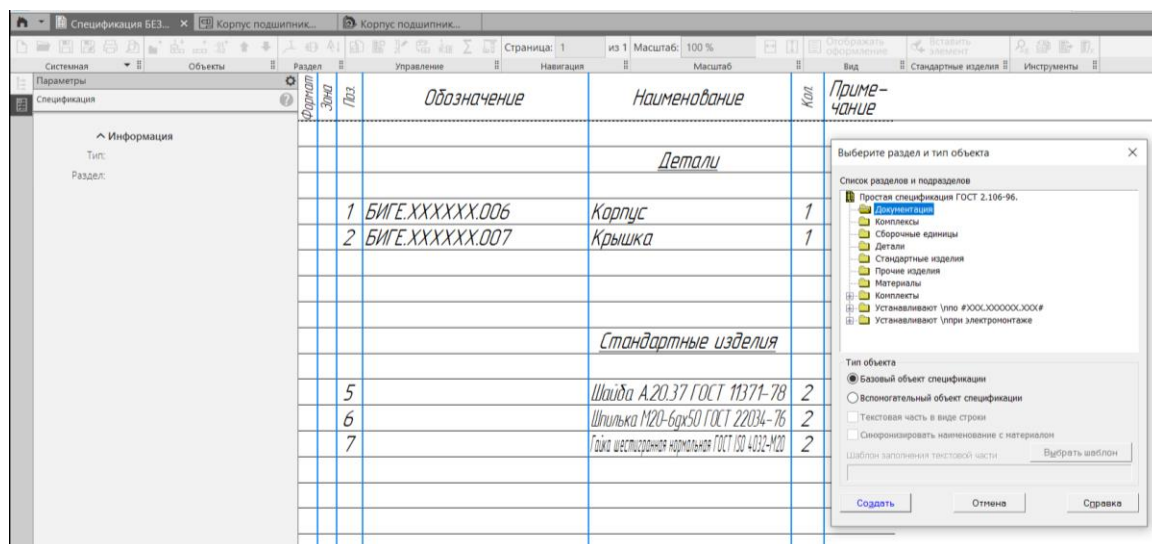

Рис. 5 Команда «Добавить раздел»
- **Объекты – Добавить раздел** (рис. 5, 6).